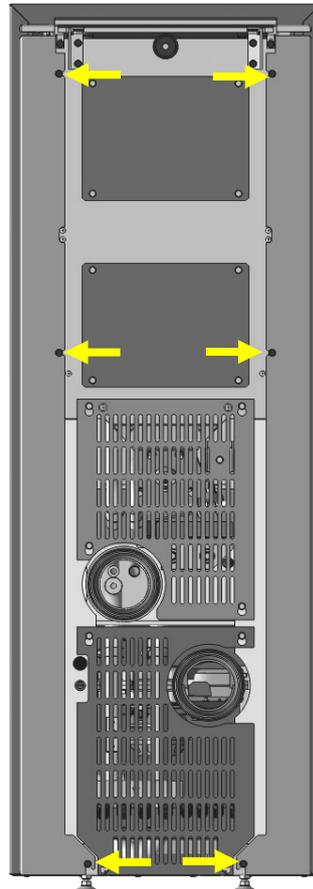

Fig. 22 : vis arrière
3. Desserrez les 6 vis à l'arrière du poêle (Fig. 22).